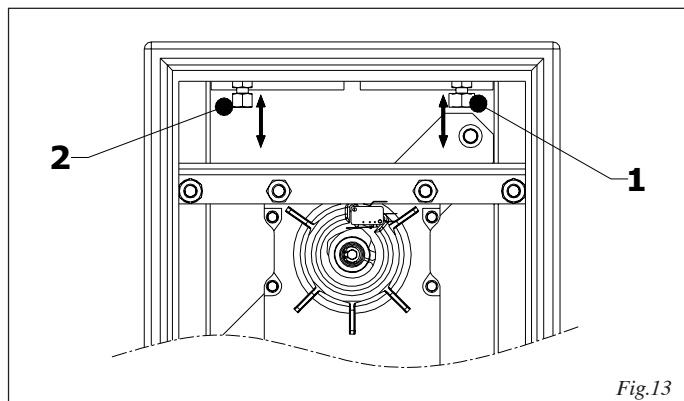

Fig.13
- Regulen los topes mecánicos, fig.13 ref.1 y 2.